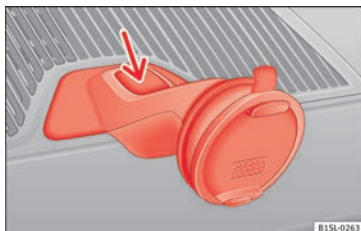

Fig. 95 Smontaggio dell'alloggiamento del navigatore.
- Premere il tasto di sbloccaggio dell'alloggiamento » » » fig. 95 (freccia).